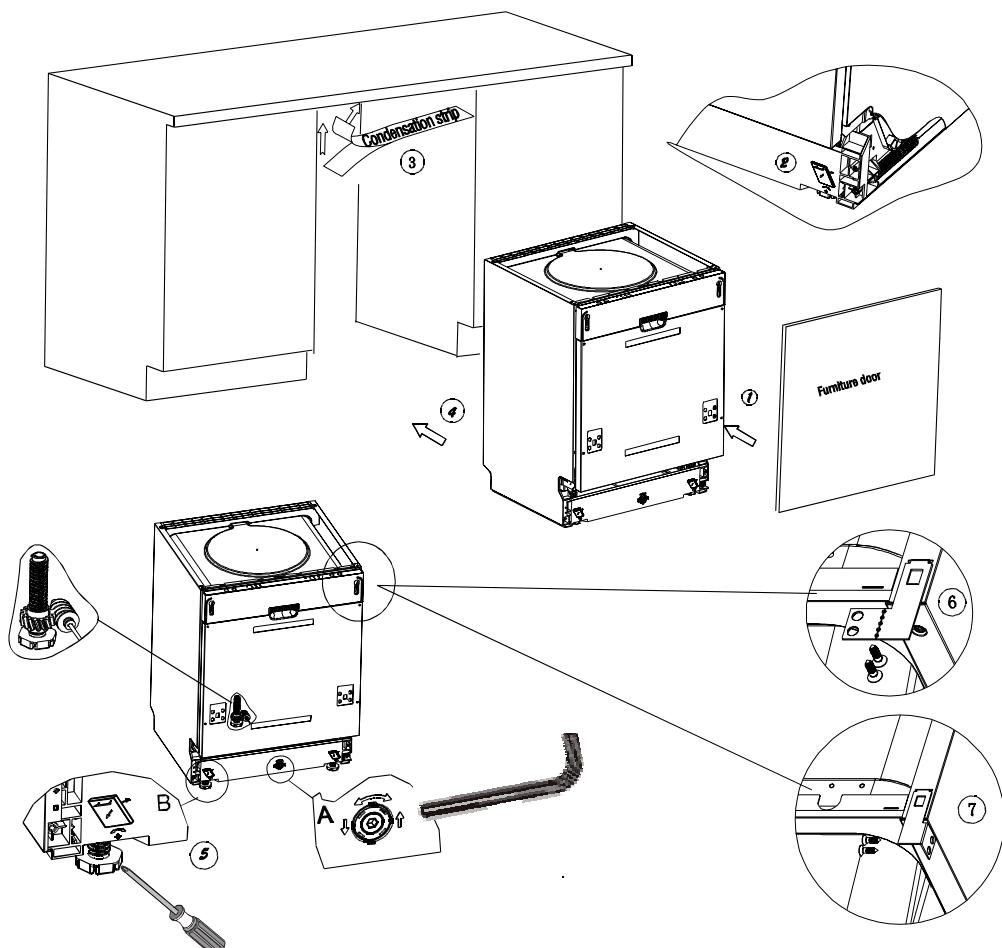

Рис. 7. Последовательность установки посудомоечной машины
1. Используя скобы, прикрепите декоративную дверцу от вашей мебели к дверце машины (см. п. 1 на рис. 7).
2. Отрегулируйте натяжение пружин дверцы при помощи торцевого ключа, поворачивая его по часовой стрелке для натяжения пружины и против часовой стрелки для того, чтобы ослабить пружины дверцы. Невыполнение данной операции может привести к повреждению посудомоечной машины (см. п. 2 на рис. 7).
6. Поместите посудомоечную машину на направляющие (см. п.4 на рис. 7).
9. Выровняйте машину. Задние ножки можно регулировать винтами, расположенными спереди (см. п. 6а на рис. 7). С помощью ключа отрегулируйте передние ножки (см. п. 6в на рис. 7).
- A. Если у Вас столешница из дерева или ДСП, прикрутите машину к ней шурупами по дереву, будьте осторожны, вес машины может вырвать шурупы из дерева (см. п. 7 на рис. 7).
- B. Если у Вас мраморная или гранитная столешница используйте скобы, чтобы прикрепить машину к стенам соседней мебели, при этом необходимо закрыть винты резиновыми шляпками, чтобы не повредить столешницу (см. п. 8 на рис. 7).